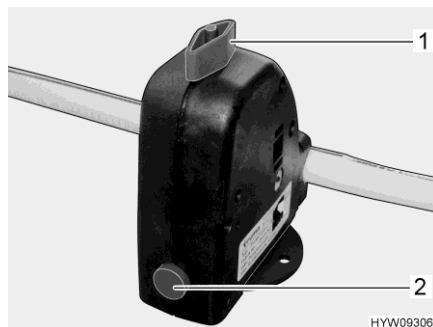

Fig. 97 Valve de sécurité et de vidange (Truma)
- Fermer la valve de sécurité et de vidange (Fig. 97). Tourner pour cela le bouton rotatif (Fig. 97,1) dans le sens transversal par rapport à la valve de sécurité et de vidange et enfoncer le bouton-poussoir (Fig. 97,2). La valve de sécurité et de vidange est montée sous la banquette devant le chauffage. Lorsque la température descend en dessous de 6 °C, la valve de sécurité et de vidange ne peut pas être fermée.